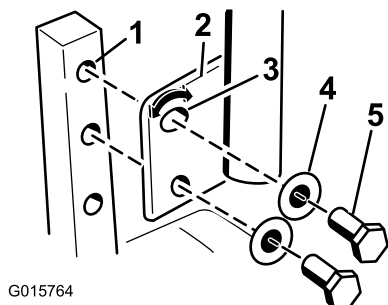

Figure 26
1. Enlevez les 2 boulons et les 2 rondelles qui fixent le levier de commande à l'arbre du bras de commande (Figure 26).
2. Placez le levier de commande dans la série de trous suivante. Fixez le levier avec les 2 boulons et les 2 rondelles (Figure 26).